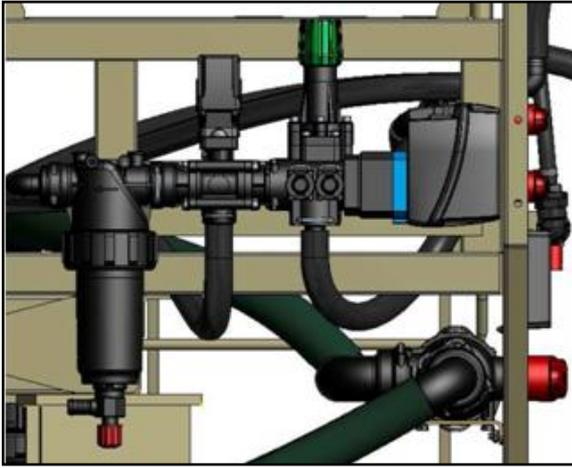

Рисунок 3.15
- главный клапан, пропорциональный клапан, линейный фильтр и расходомер расположены на правой стороне площадки для обслуживания (рисунок 3.15);